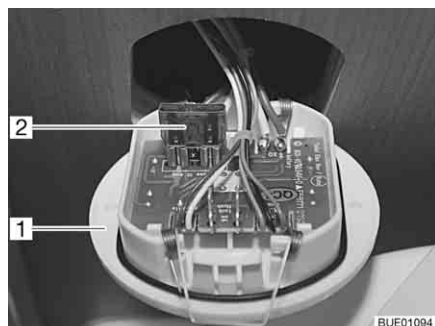

Fig. 185 Fusibile della toilette
- Sollevare l'elemento di regolazione per la toilette (Fig. 185,1) con uno strumento adeguato ed estrarlo dalla parete.
- Sostituire il fusibile (Fig. 185,2).